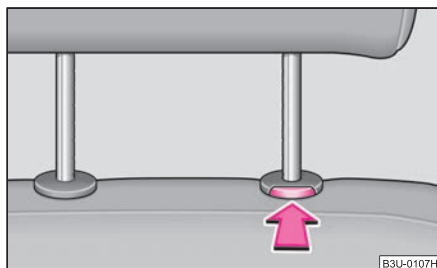

Abb. 57 Kopfstütze herausziehen
- Drücken Sie die Sicherungstaste in Pfeilrichtung ⇒ Abb. 57 und ziehen Sie die Kopfstütze heraus.